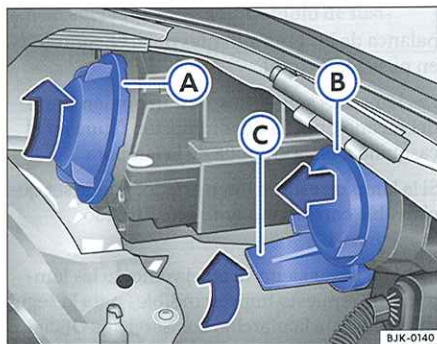

Fig. 43 Tapa A de la luz de cruce, tapa B de las luces de carretera y de posición, portalámparas C para el intermitente
- Tire de la tapa ⇒ página 100, fig. 43 ⓑ en el sentido que indica la flecha.
- Desmonte la tapa ⇒ página 100, fig. 43 ⓐ girándola en el sentido que indica la flecha y tirando hacia atrás.
- Gire el portalámparas ⇒ página 100, fig. 43 en el sentido que indica la flecha hasta el tope.